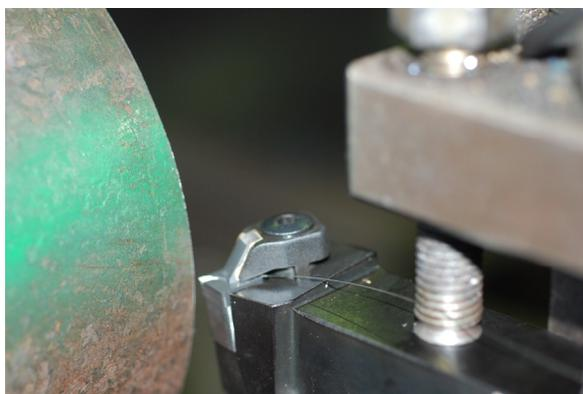
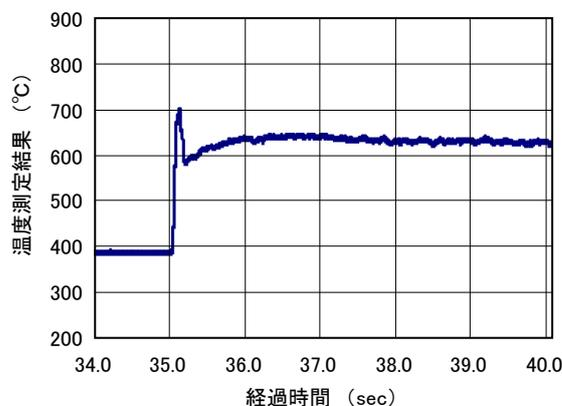

図2 测温時の状況
図3 测温結果の一例
- 実際の測定時の刃先の状況を図2に、测温結果の一例を図3に示します。